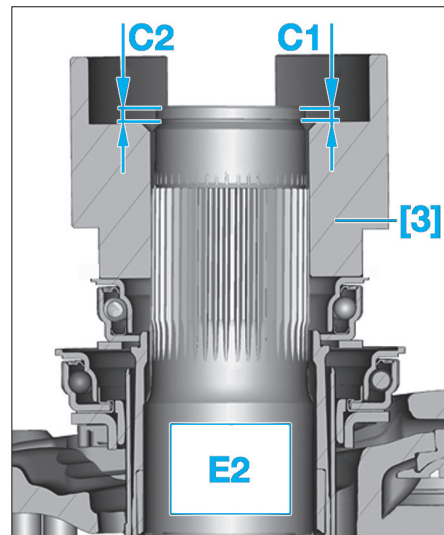

Fig. 10
- Reprendre les valeurs (B) calculées précédemment pour la butée d'embrayage E1.
- A l'aide de la règle et du comparateur [2] mesurer la valeur C1 et C2 (Fig.10).